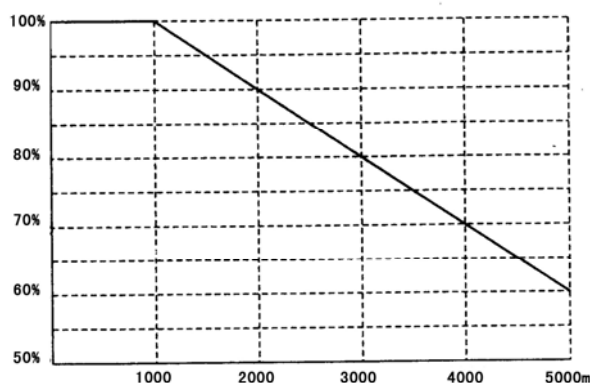

图 3-1 额定输出电流与海拔高度关系图
(1) 不要安装在多导电尘埃、金属粉末、腐蚀性、爆炸性气体的场所；
(2) 使用温度： $-10\sim 45^{\circ}\text{C}$ ；
(3) 湿度：20%~90%RH，无水珠凝结；
(4) 海拔高度：在海拔高度超过 1000 米的地区，由于空气稀薄造成调压器散热效果变差，按 GB/T3859.2-93 标准要求有必要降额使用，额定电流与海拔高度的关系如图 3-1 所示。